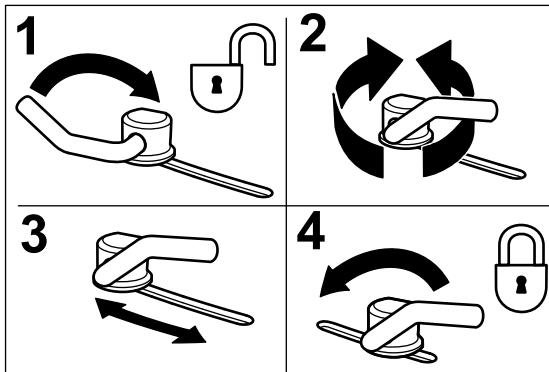

Figura 13
3. Devuelva la palanca a su posición original para apretar el deflector y los bloques de leva (Figura 13).
1. Para ajustar los bloques de leva, levante la palanca para aflojar el bloqueo de leva (Figura 13).